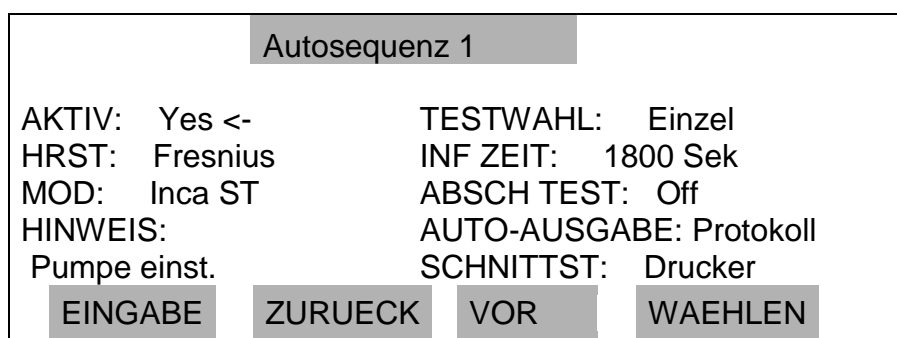

Abb. 4-17: Anzeige zur Textwahl
- HRST:** Der Name des Herstellers der Infusionspumpe kann in dieser Zeile angegeben werden (oder in einer anderen gewählten Eingabeaufforderung). Der HRST - Parameter hat sieben Zeichen und kann mit der **AENDERN** Taste geändert werden, wenn der Pfeil (<-) auf die HRST - Zeile zeigt. Wenn man in die Textwahl gelangt, erscheint die Anzeige wie in Abb. 4-17, mit dem ersten Zeichen des Texts markiert. Um das Markierte zu ändern, drücken Sie **VOR** und **ZURUECK**, damit Sie durch die Auswahl blättern können. Solange die Taste gedrückt bleibt, wird kontinuierlich weitergeblättert. Wenn das richtige Zeichen gefunden wurde, drücken Sie **AENDERN**, um zum nächsten Zeichen zu gehen. Sobald alle Zeichen ausgesucht wurden, drücken Sie **O.K.**, um zur Hauptanzeige der Sequenzwahl zurückzukehren.